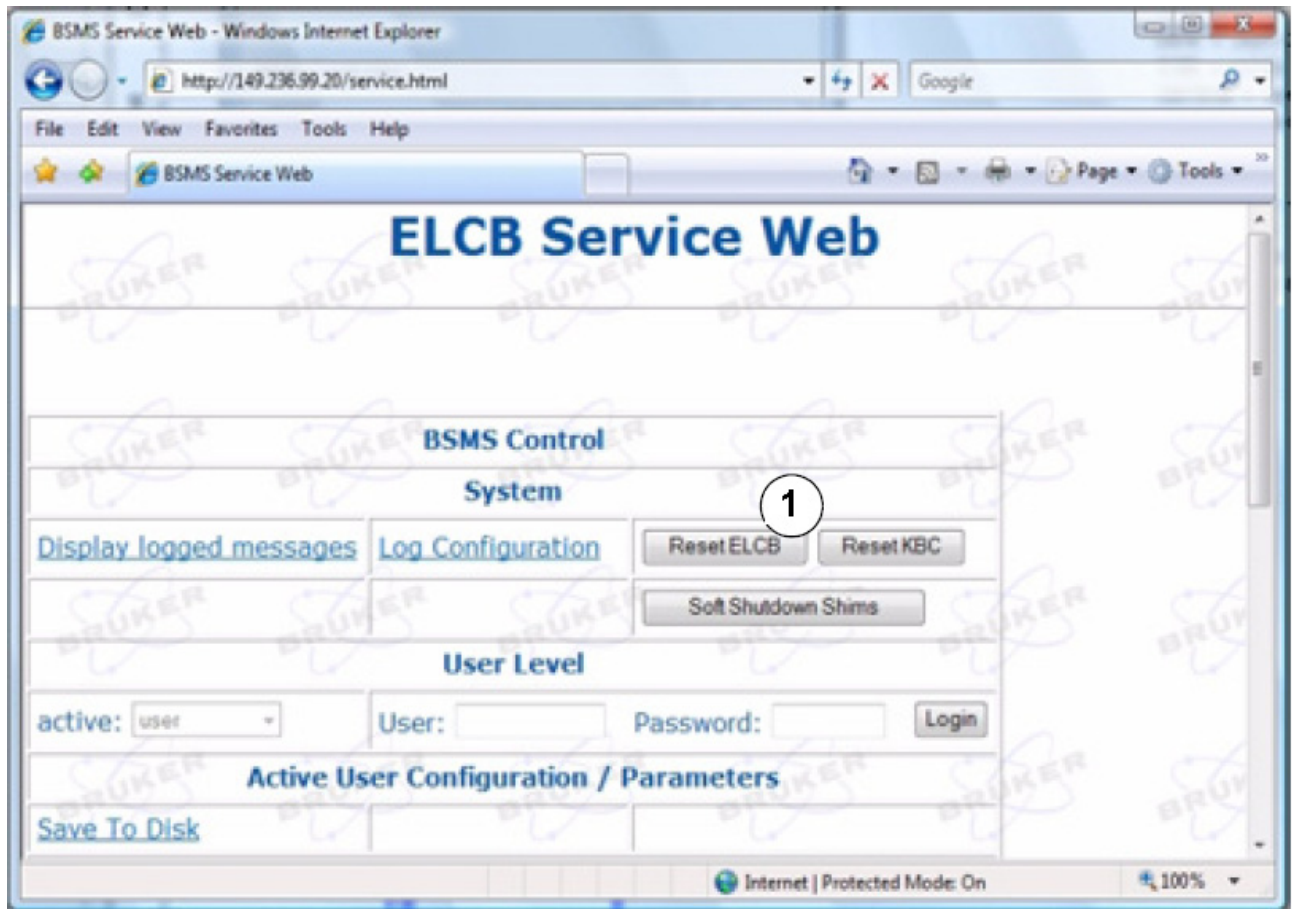

Figure 12.5: BSMS Service Web Window
1. Fermer cette fenêtre de navigation et revenez à la fenêtre des adresses Ethernet Hardware. Cliquez sur le bouton '**OPEN**' de l'appareil Lock/Shim (BSMS). Choisissez 'ELCB Service Web' et 'Service ' pour ouvrir la fenêtre montrée en Figure 12.5. Cliquez sur le bouton **Reset ELCB**..